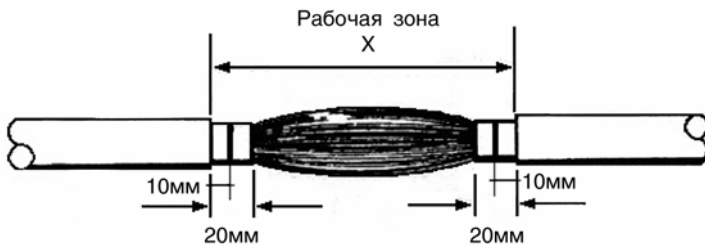

Рис. 10.10. Рабочая зона между срезами оболочек.
10.2.5. Установить рабочую зону (X) между срезами оболочек в соответствии с таблицей 10.2. и рис. 10.10. Зафиксировать концы кабелей на консолях